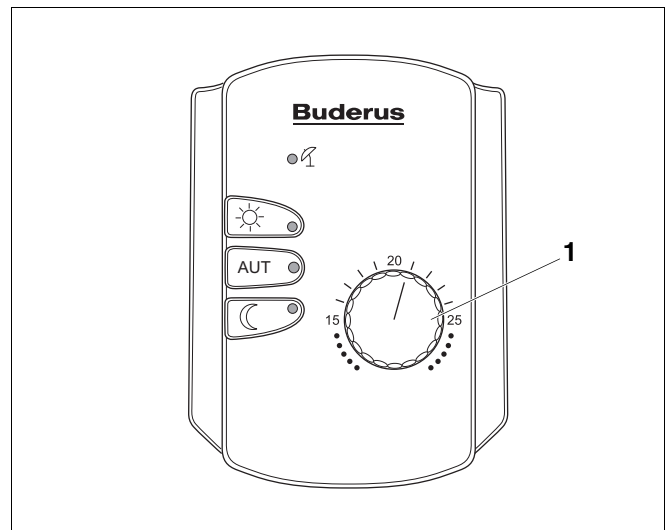

Рис. 11 Дистанционное управление
- Выставьте ручкой управления (рис. 11, поз. 1) нужную комнатную температуру, например, 21 °C. Диапазон настройки составляет 11 °C–30 °C.